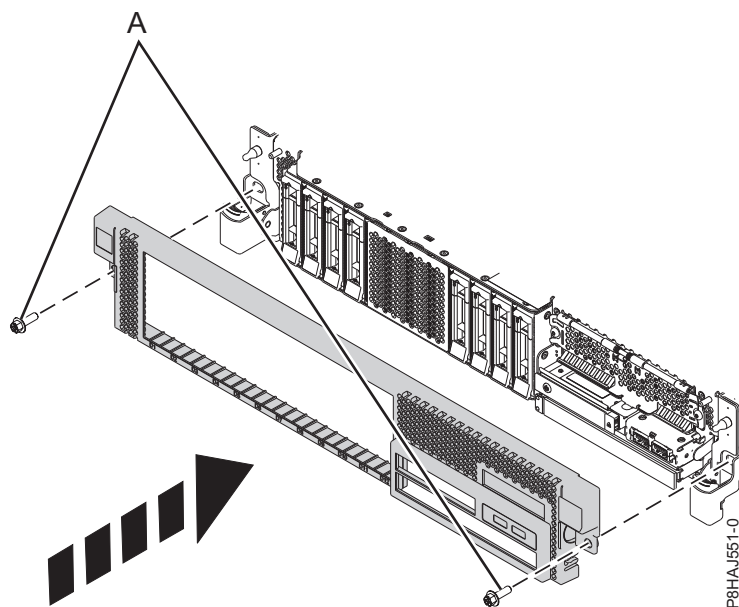

Figura 62. Instal·lació de la coberta frontal
3. Tanqueu els pestells d'alliberament empenyent-los en la direcció que mostra la Figura 62 a la pàgina 105. La coberta queda fixada al seu lloc i té una osca des d'on es pot retenir més fàcilment.
4. Substituïu els cargols de muntatge (A).